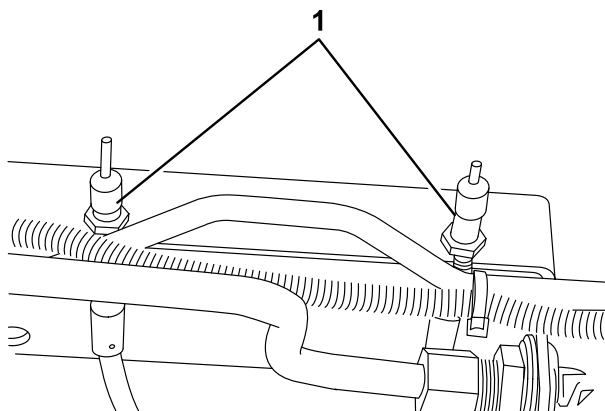

Figure 72
2. Pour réduire la garde aux pédales de frein, serrez les freins en desserrant l'écrou avant sur l'extrémité filetée du câble de frein (Figure 72). Serrez ensuite l'écrou arrière pour ramener le câble en arrière pour obtenir une garde aux pédales de frein de 1,25 à 2,5 cm. Resserrez les écrous avant une fois que les freins sont réglés correctement.